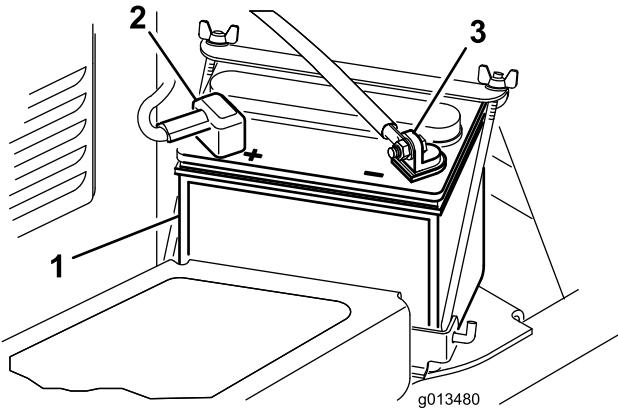

図 3
- マイナス (-) 端子を外側に向けてバッテリーを車体に載せる（図 3）。
2. ボルト (5/16 x 5/8 inch) とロックナットで、赤いプラス (+) ケーブルをバッテリーのプラス (+) 端子に固定する(図 3)。
3. ボルト (5/8 inch) とロックナット (5/16 inch) で、細い黒ワイヤと黒いマイナス(ー)ケーブルをバッテリーのマイナス(ー)端子に固定する(図 3)。